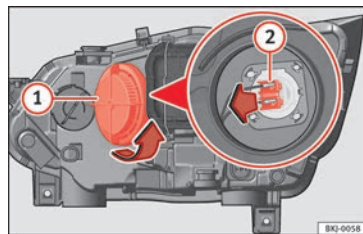

Fig. 110 Nel vano motore: lampadina per abbaglianti.
- Ruotare il coperchio (1) verso sinistra ed estrarlo »»» **fig. 110**.
- Estrarre il connettore della lampadina (2) tirando verso l'esterno.
- Collocare il connettore della lampadina (2).
- Collocare il coperchio (1) girando verso destra.